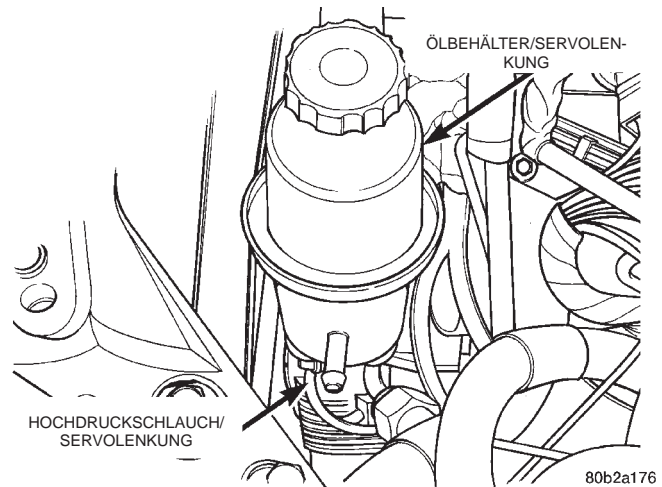

Abb. 5 Hochdruckschlauch an der Servopumpe
(4) Das Servoöl aus dem Ölbehälter und der Servopumpe ablaufen lassen und auffangen.
(5) Eine Verschlusskappe in den Anschlussstutzen des Ölbehälters stecken, damit beim Ausbau der Servopumpe kein Öl herausläuft.
(6) Hochdruckschlauch vom Anschluss an der Servopumpe lösen (Abb. 5).
(6) Hochdruckschlauch am Anschluss der Servopumpe montieren (Abb. 5). Die Überwurfmutter mit einem Anzugsmoment von 47 N·m (35 ft. lbs.) festziehen.
(7) Rücklaufschlauch am Ölbehälter der Servolenkung anschließen. **Beim Aufstecken der Schlauchklemme auf den Rücklaufschlauch der Servolenkung sicherstellen, dass die Schlauchklemme hinter der Wulst des Anschlussstutzens sitzt.**
(8) Massekabel der Batterie auf den Masseanschlussbolzen am Federbeindom montieren.